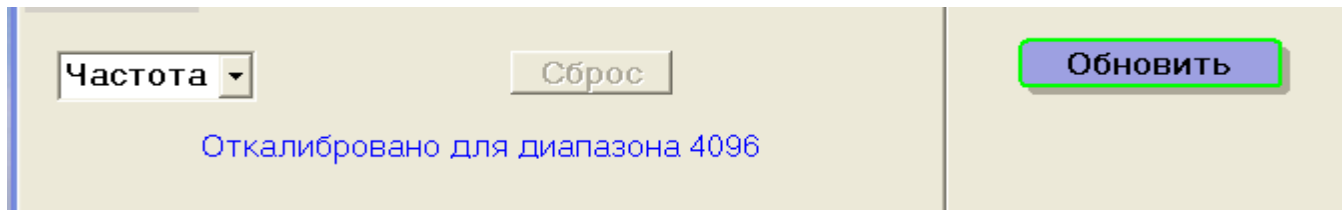

Рис. 7. Фрагмент окна «Калибровка» после нажатия кнопки «Сохранить»
2.2.6 Нажать кнопку «Сохранить». После нажатия кнопки «Сохранить» на поле монитора должна появиться надпись «Откалибровано для диапазона XXXX» о максимальном диапазоне вывода данных в кодах в штатном режиме работы — см. рис. 7. Возможные значения диапазона 1024, 2048, 4096. Указанное в надписи максимальное значение диапазона вывода может быть установлено для датчика в п.5.5 настоящей инструкции.
ВНИМАНИЕ: запрещается выбирать значение диапазона вывода данных в коде выше, чем предельное значение диапазона кода, которое было определено ПО при калибровке датчика, пример которого приведен в окне на рис. 7.